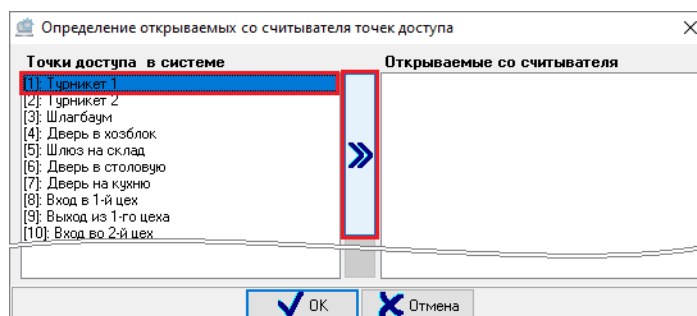

Рисунок 6-438 Привязка точки доступа к считывателю
- выделите точку доступа в поле «Точки доступа в системе» и нажмите кнопку переноса  (см. Рисунок 6-438);